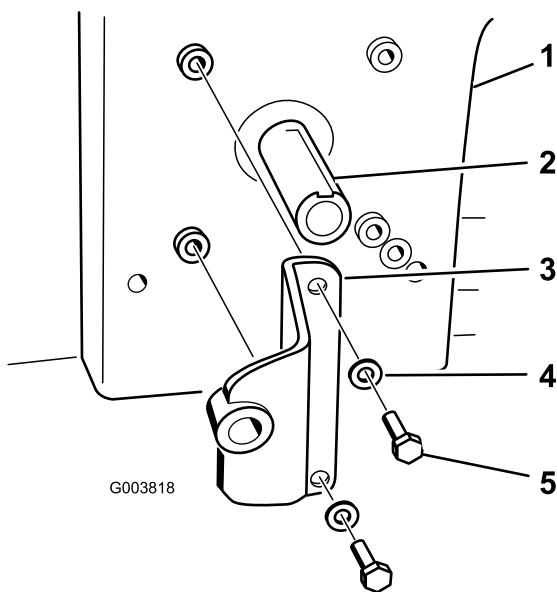

图 18
4. 用 2 个螺栓 5/16 x ¾ 英寸和 2 个垫圈 ¾ 英寸将泵支架安装到发动机上。请参阅图 18 了解泵支架的正确安装位置。